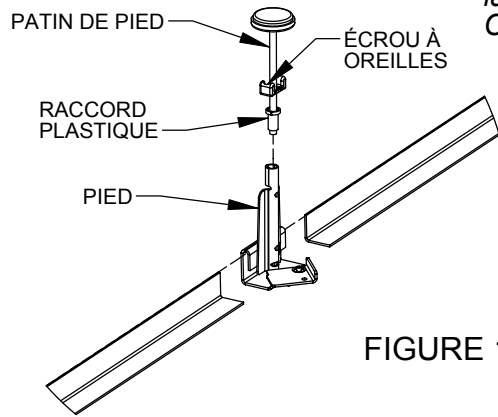

FIGURE 1
Étape 1. En tapant légèrement le PATIN DE PIED, l'insérer dans le PIED jusqu'à ce que le RACCORD PLASTIQUE soit complètement emboîté, ou au besoin, installer des kits de rallonge PLX-18. Voir la Figure 1.